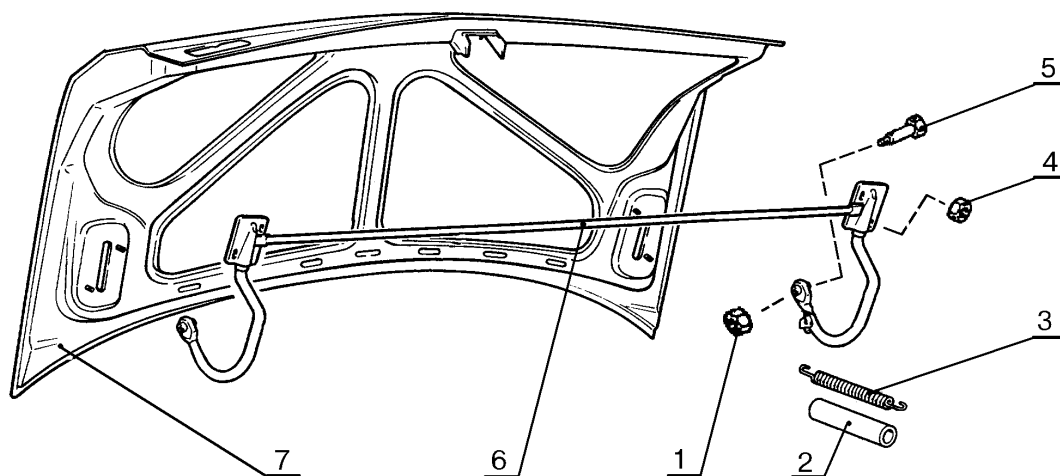

Рис.3. Крышка багажника:
- 12 Отвернуть две гайки 1, рис.3, крепления осей 5 соединителя 6 подвижных звеньев крышки багажника (ключ 13 кольцевой).